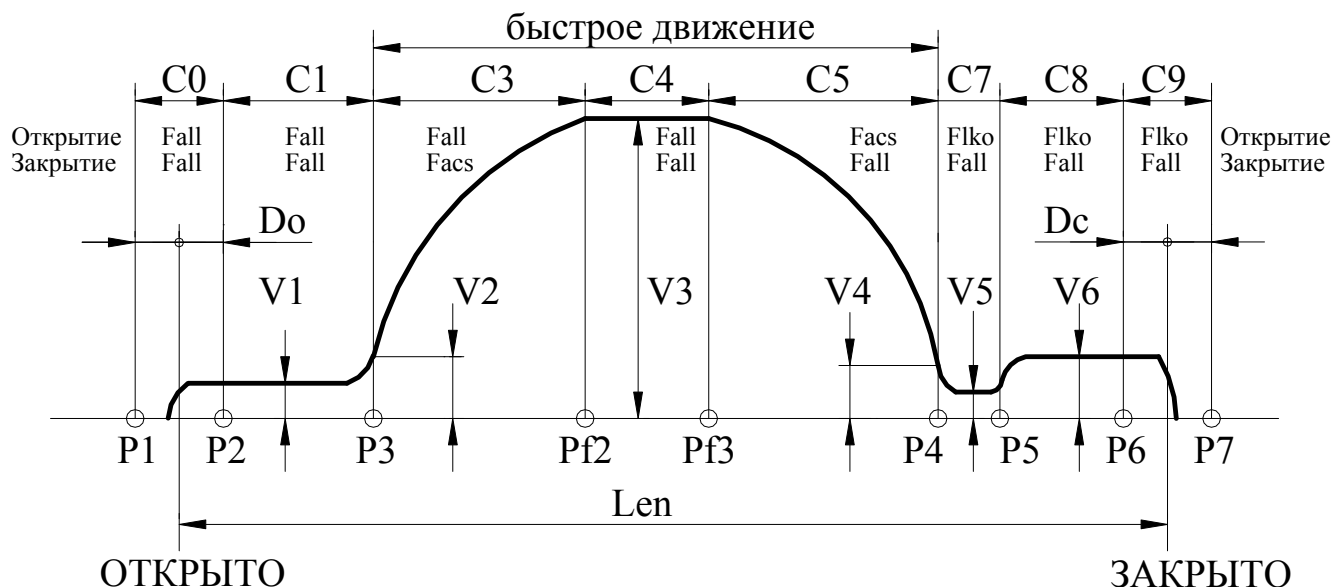

Рис.5. Траектория движения.
3.6.1. Рис.5, на котором показана траектория движения, отслеживаемая Устройством, поясняет назначение многих параметров, рассмотренных ниже. На рис.5 отображено также распределение сил на участках траектории отдельно при открытии и при закрытии (при переходе в режим удержания устанавливается соответствующая сила удержания).
- Если $Var_sl=1$, то точка препятствия запоминается и происходит замедление скорости движения при подходе к точке препятствия до $Vbar$. При отсутствии препятствия в том же месте, дальнейшее движение происходит по кривой, указанной на **рис.5**.
3.6.7.14. **ТР.2D** – C_vko (мм) – дополнительное смещение точки **P2(рис.5)** для расширения диапазона удержания сигнала ВКО.
3.6.7.15. **ТР.2E** – C_vkz (мм) – дополнительное смещение точки **P6(рис.5)** для расширения диапазона удержания сигнала ВКЗ.